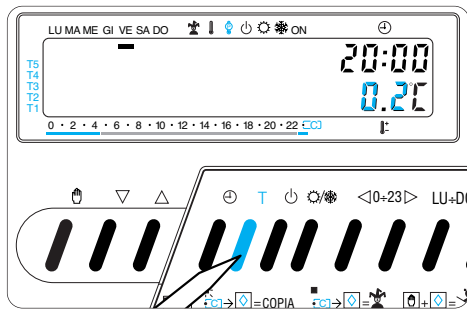

Fig. 16
4.2 - Premere il pulsante T (fig. 16).